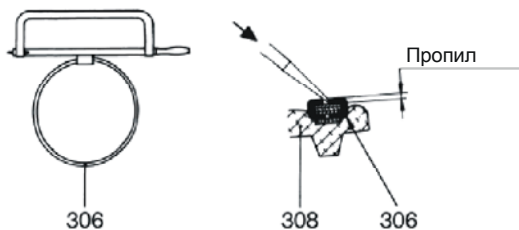

Рис. 2: Снятие хомута шарнира
- Удалить шестигранные гайки (607) и зубчатые стопорные шайбы (608), а также болты с шестигранными головками (606).
- Снять с ротора (401) всасывающий патрубок (505). Проследить при этом за тем, чтобы не повредить точно обработанный ротор.
- Снять прокладку всасывающего патрубка (501).
- Распилить ножовкой замок на хомуте шарнира (306) и разогнуть его в обе стороны при помощи отвертки. Снять хомут шарнира (306) с манжеты шарнира (308) (см. рис. 2).